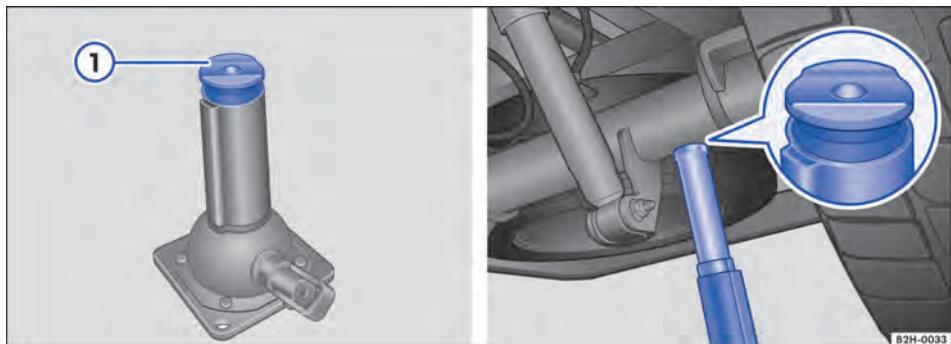

Fig. 186 Posicionar o macaco sob o eixo traseiro.
7. Alinhar o macaco e simultaneamente girar mais para cima até que a área de apoio do macaco encoste no ponto de apoio → Fig. 184 ou numa das depressões → Fig. 186.
O macaco deve ser posicionado sob o ponto de apoio de maneira que uma das depressões → **Fig. 186 ①** esteja exatamente no centro sob a linha longitudinal do eixo traseiro para impedir que o veículo deslize enquanto estiver sendo suspenso.